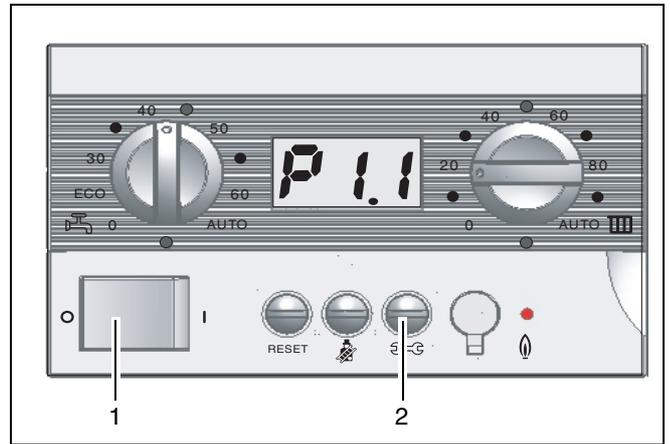

Abb. 16 Druckwiedergabe
- Drehknopf für Vorlauf- und Warmwassertemperatur auf "0" stellen (Abb. 16).
- Betriebsschalter auf "1" stellen (Abb. 16, Pos. 1).
- Servicetaste (Abb. 16, Pos. 2) betätigen, bis der Anlagendruck angezeigt wird (z.B.: P1.1 für 1,1 bar).